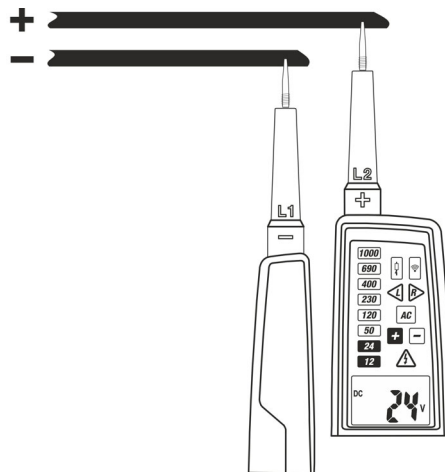

Abb. 4: DC Spannungsmessung
2. Verbinden Sie die Prüfspitzen L1 und L2 mit der zu messenden Quelle (siehe Abb. 4). Die Messung wird **nur mit Kontakt zwischen den Prüfspitzen und den Metallteilen der Leiter** durchgeführt.
4. Wenn die LED "-" leuchtet, hat die gemessene Spannung die umgekehrte Polarität als diejenige der Verbindung in der Abb. 4